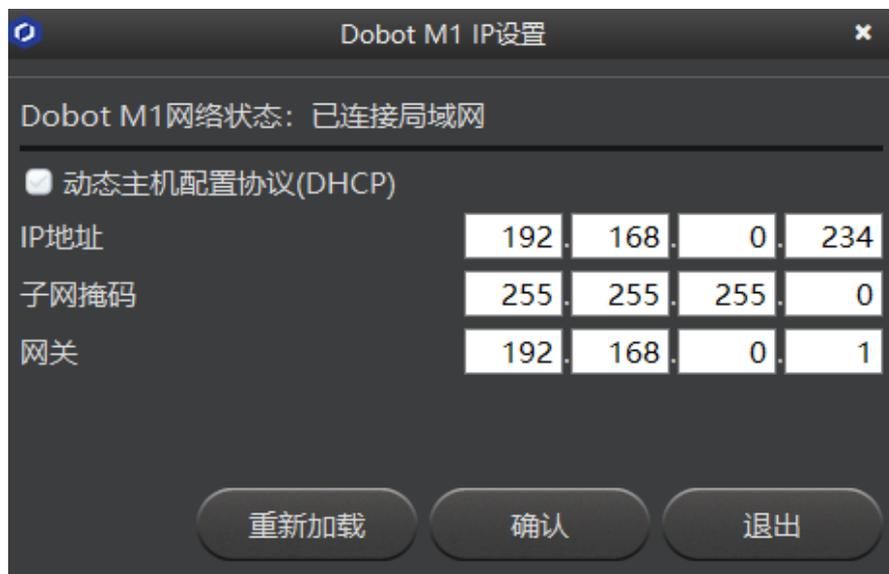

图 5.13 IP 地址查询
**步骤 2** 单击“重新加载”，可从主控板读取Dobot M1的IP地址，如图 5.13所示。